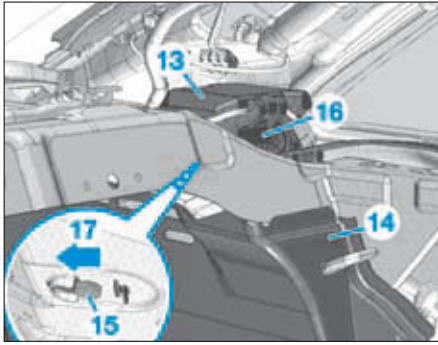

FIG. 29
- Extraire la pièce en mousse (13) sur le prétensionneur (Fig.29).
- Ecarter la partie supérieure du revêtement latéral de coffre à bagages (14) dans la zone de la ceinture de sécurité et desserrer la vis (15).
- Décrocher le prétensionneur de ceinture (16) en (17).